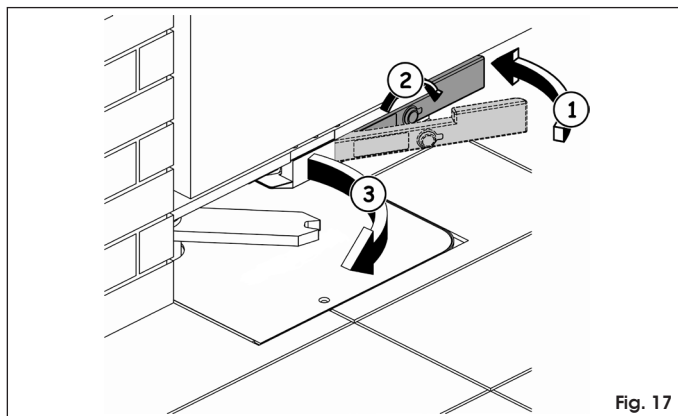

Fig. 17
- riportare la leva nella sua posizione di riposo (Fig. 17 rif. ①)
- introdurre la chiave di sblocco nella serratura e ruotare la chiave fino a battuta nella direzione opposta al pilastro (Fig. 17 rif. ②)
- azionare manualmente l'anta fino all'aggancio della serratura sulla staffa di bloccaggio (Fig. 17 rif. ③)